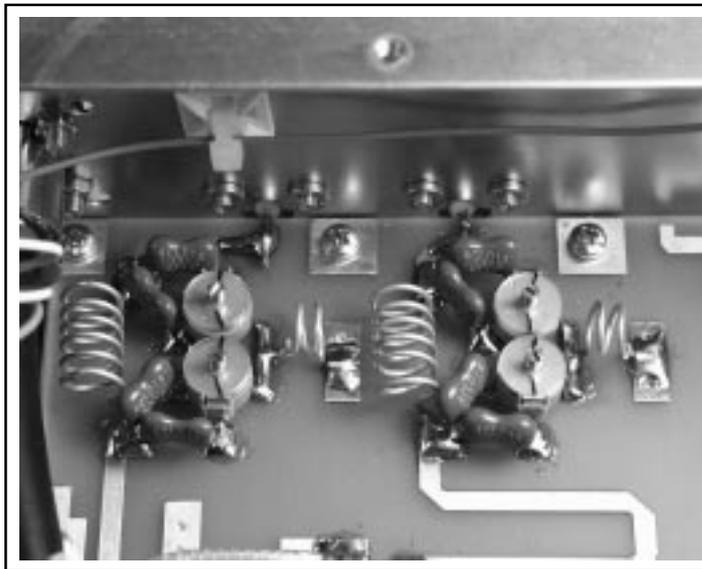

Figura 3
- 4) Regolare tutte le capacità variabili in una posizione intermedia (Figura 3)